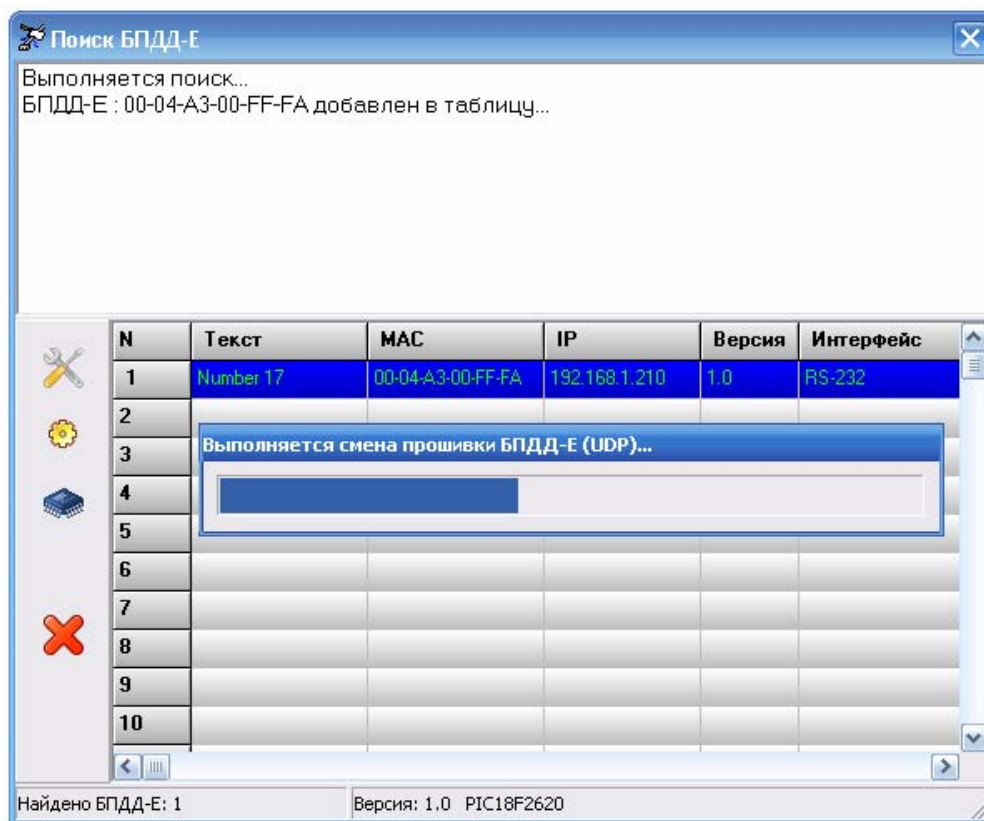

Рисунок 26 – Выполнение обновления программного обеспечения.
4. Нажмите кнопку «Открыть». Обновление произойдет автоматически. Во время обновления программного обеспечения отображается прогресс выполнения программирования (см. рисунок 26).